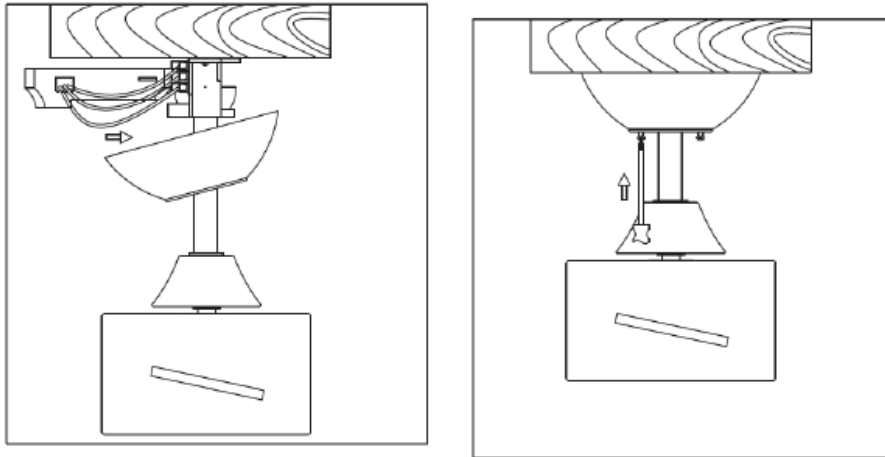

Fig. 9
- 모터 모듈에 있는 캐노피를 마운팅 브라켓까지 올려준 후, 캐노피에 있는 구멍과 마운팅 브라켓에 있는 나사를 아래 그림과 같이 결합시켜 줍니다. 안전한 사용을 위하여 캐노피와 마운팅 브라켓을 결합시키신 후 나사를 단단하게 조여 줍니다. Fig. 9